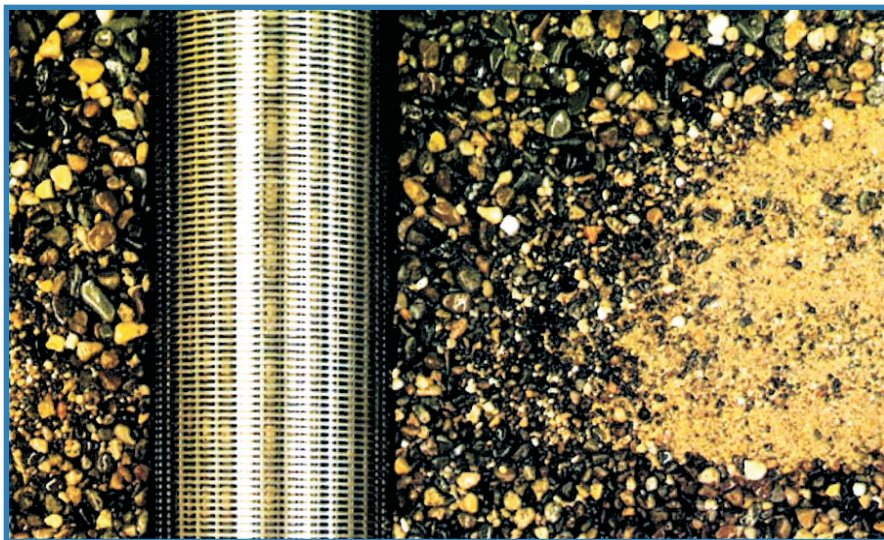

Figura 16. Secção demonstrando o pré-filtro envolvendo o filtro.
- **Pré-filtro:** É um material constituído por grãos de areia selecionados, introduzido no espaço anular entre a parede do poço e os filtros. Tem por objetivo evitar a entrada de materiais da formação geológica para dentro do poço durante o bombeamento do poço (Figura 16).